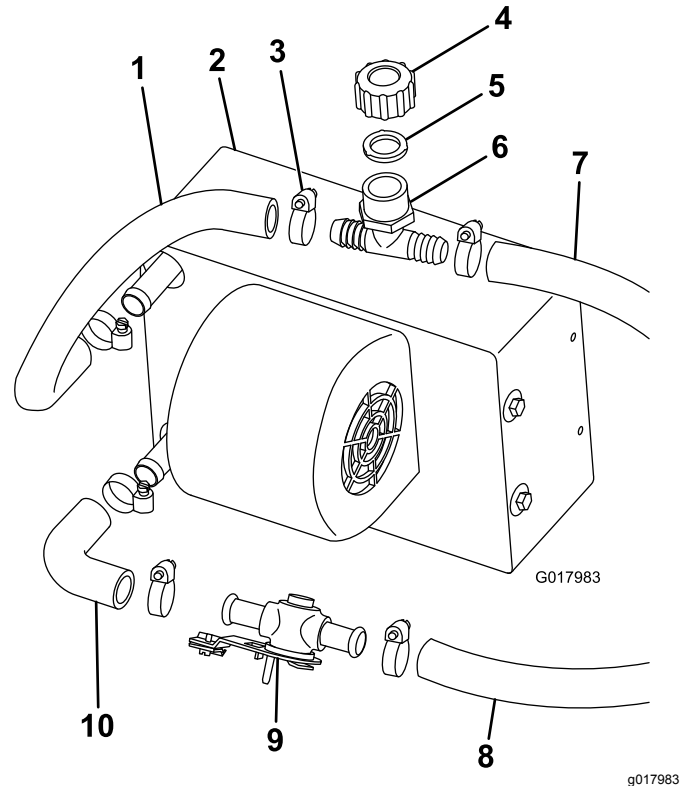

Рисунок 2
1. Подсоедините, не затягивая, коленчатый шланг к нижнему штуцеру обогревателя в сборе с помощью шлангового хомута (**Рисунок 2**).
2. Подсоедините клапан обогревателя к коленчатому шлангу с помощью шлангового хомута (**Рисунок 2**).
3. Отрежьте от шланга (диаметром $\frac{5}{8}$ дюйма) кусок длиной 31 см и присоедините этот отрезок к верхнему штуцеру узла обогревателя с помощью шлангового хомута (**Рисунок 2**).
4. Подсоедините белый заливной тройник, прокладку и крышку к верхнему шлангу обогревателя с помощью шлангового хомута (**Рисунок 2**).